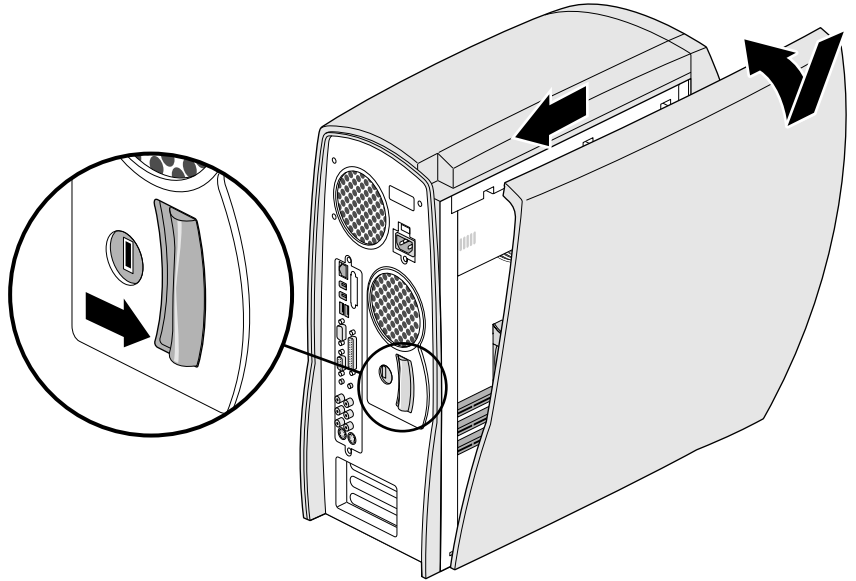

図 2-5 サイドカバーの取り付け
1. システムの側面に向かって、カバーの底にあるタブを本体の下端にあるノッチにはめ込みます（図 2-5）。カバーを傾けて本体に被せ、システムの背面に向かって停止するまでスライドさせます。